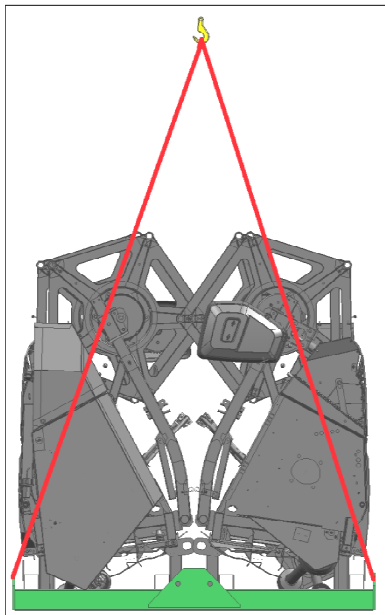

Рисунок 8.19
3) Для дальнейшего транспортирования двух жаток на общей подставке в кузове автомобильного транспорта, необходимо отсоединить четыре стропы длиной 3300 мм от рамки ЖСУ-701.33.11.200, и закрепить стропы длиной 5000 на общую подставку ЖСУ-701.33.11.100 (см.рисунок 8.19).